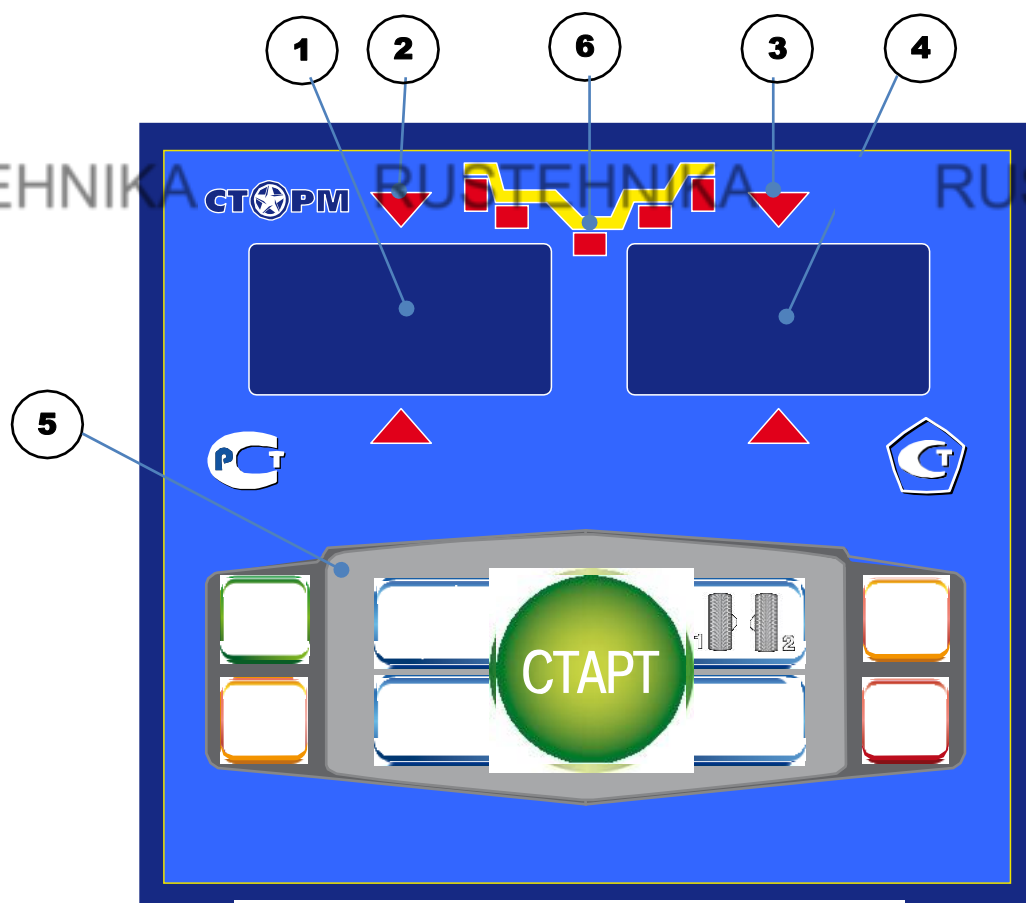

рис.8.1.
8.1. Общий вид лицевой панели показан на рис. 8.1.
При выдвижении штанги на индикаторах 1 (рис. 8.1) отображается значение параметра "А". Значение параметра "d" отображается на индикаторах 4.
Для ввода ширины нажмите кнопку "+" или "-" на индикаторах 1 (рис. 8.1) высветится "-b-", а на индикаторах 4 значение ширины диска. Через 2-3 сек после установки ширины индикаторы в режим отображения текущего дисбаланса.
Дважды нажать кнопку "A, d, b", после чего на индикаторах 1 (рис. 8.1) загорается символ "А", а на индикаторах 4 исходная величина дистанции. Нажимая кнопки "-" и "+" установить на индикаторах 4 требуемую величину дистанции. Через 2-3 сек после установки дистанции показания на индикаторах 1 и 4 возвращаются к отображению текущего дисбаланса, а кнопки "-" и "+" возвращаются в режим ввода ширины обода.
11.1. Переключение схем ALU1-ALU5 осуществляется последовательным нажатием кнопки "ALU" при этом схема установки грузов отображается загоранием соответствующих светодиодов 6 (рис.8.1), кроме того, на индикаторах 1 отображаются символы ALU, а на индикаторах 4 номер 1-5. Через 2-3 сек. после установки требуемой программы ALU индикаторы 1-4 переходят в режим отображения дисбаланса.
Эта функция обеспечивается тем, что каждый раз при вводе новых геометрических параметров и установке требуемой программы ALU, предыдущее состояние запоминается. Для перехода от одного набора параметров к другому необходимо нажать кнопку "1-2". Визуальный контроль того, какие параметры установлены в данный момент, осуществляется нажатием "A, d, b" на индикаторах 4 (рис.8.1) будут последовательно отображены, установленные в данный момент диаметр и ширина обода и дистанция.
14.1. При включении тумблера питания СБ на индикаторах 1 (рис. 8.1) высвечивается трёхзначное число -номер версии программного обеспечения. Через 2-3 сек на индикаторах 1 и 4 должны загореться нули, кроме того должны загореться светодиоды 6, что свидетельствует о включении режима стандартной балансировки с установкой на обеих плоскостях коррекции грузиков на пружинках. На светодиодах 2 и 3 (рис. 8.1) должны загореться оба светодиода.
14.2. При включении СБ программа измерения дисбаланса настраивается таким образом, что дисбаланс менее 8 г (заводская установка) на любой плоскости коррекции не показывается, в этом случае на индикаторах 1 и 4 (рис. 8.1) высвечиваются "0". Минимальный дисбаланс отображающийся на индикаторах 1 и 4 равен 8г. Дисбаланс, превышающий 8г, округляется до величины кратной 5, т. е. дисбаланс 9, 10, 11 и 12 г отображается цифрой 10, дисбаланс 13, 14,15, 16 и 17 г - цифрой 15 и т. д. Для просмотра неокруглённого значения дисбаланса или дисбаланса менее 8г. необходимо нажать кнопку "<", при этом на индикаторах 1 и 4 на 2-3 сек высвечиваются фактические значения дисбаланса, определённые в данном запуске.
14.5.1. Поднимите защитный кожух. Вручную поворачивайте колесо в направлении, которое показывают светодиоды 2 и 3 (рис. 8.1.) до тех пор, пока не загорятся оба светодиода и начнут мигать вместе с значением массы корректирующих грузов.